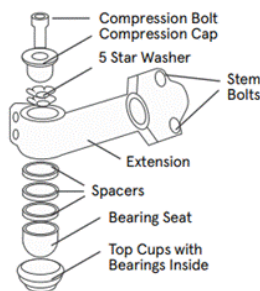

Figure 3
2. Alignez le tube de direction avec la roue avant (Voir fig. 3).